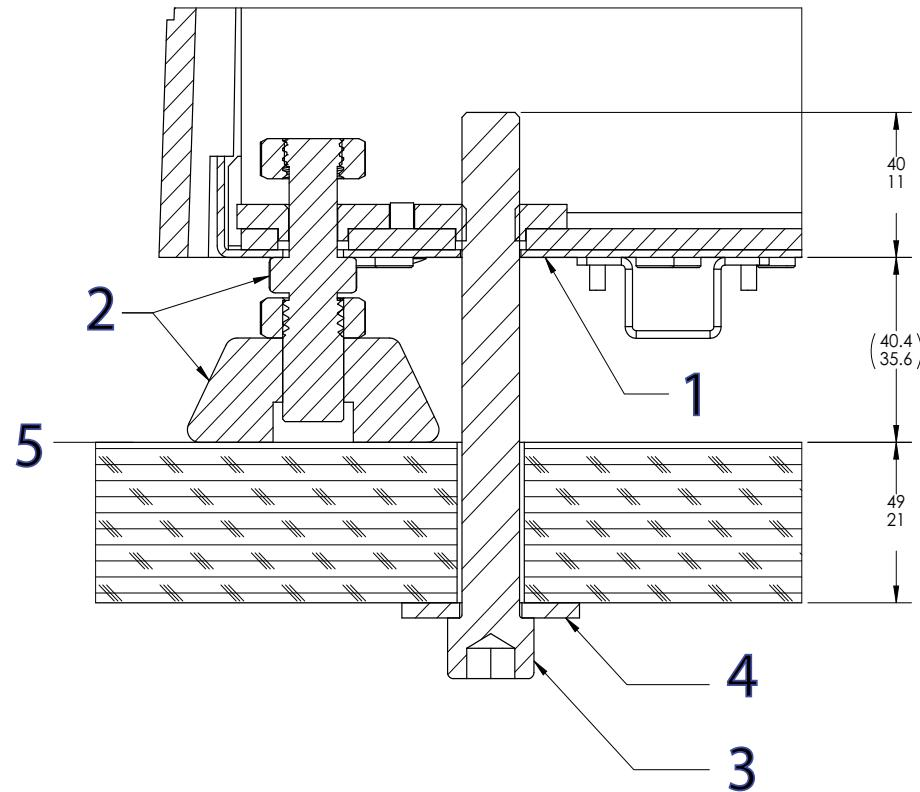

図 13. フレームをテーブルに固定します。
説明 図 13
3. 64 ページの図 13 に示すように、各ボルトと特大ワッシャーを取り付けます。